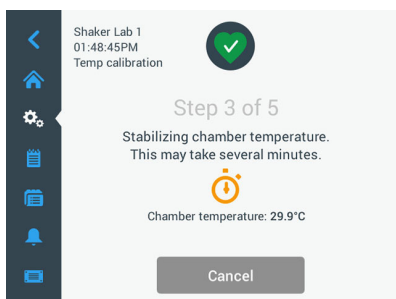

Figura 115: Calibración: Estabilización de la cámara a la temperatura de calibración
Cuando se alcanza un estado estable, se muestra el mensaje **Temperatura de la cámara estabilizada** de la Figura 115 a continuación.
- » En cuanto se muestre la pantalla de la Figura 115, compare regularmente la temperatura con la lectura del termopar. Si considera que la temperatura es estable, puede tocar el botón **Editar** para realizar correcciones o el botón **Finalizar** para terminar el proceso de calibración.